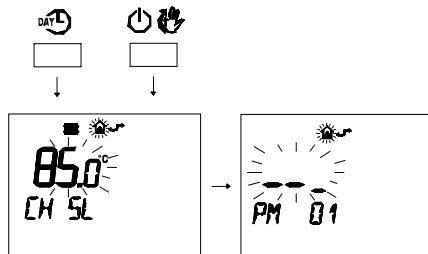

Figura 5.42
- Premere contemporaneamente i pulsanti **DAY-L** e **🏠** per entrare nella programmazione trasparente (Figura 5.42).